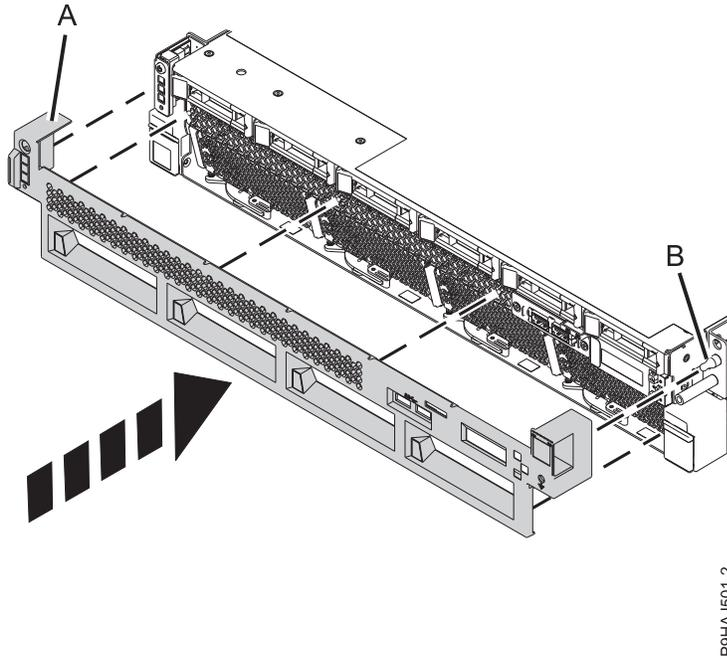

Figura 46. Instalando a Tampa Frontal
2. Empurre cuidadosamente a tampa (A) até que a tampa se encaixe no local. A tampa possui indentações pelas quais é possível segurá-la mais facilmente. Use o pino de alinhamento (B) para fixar a tampa no sistema, conforme mostrado em Figura 46 na página 69. Empurre a área de grade acima dos ventiladores para fixar a tampa na frente.